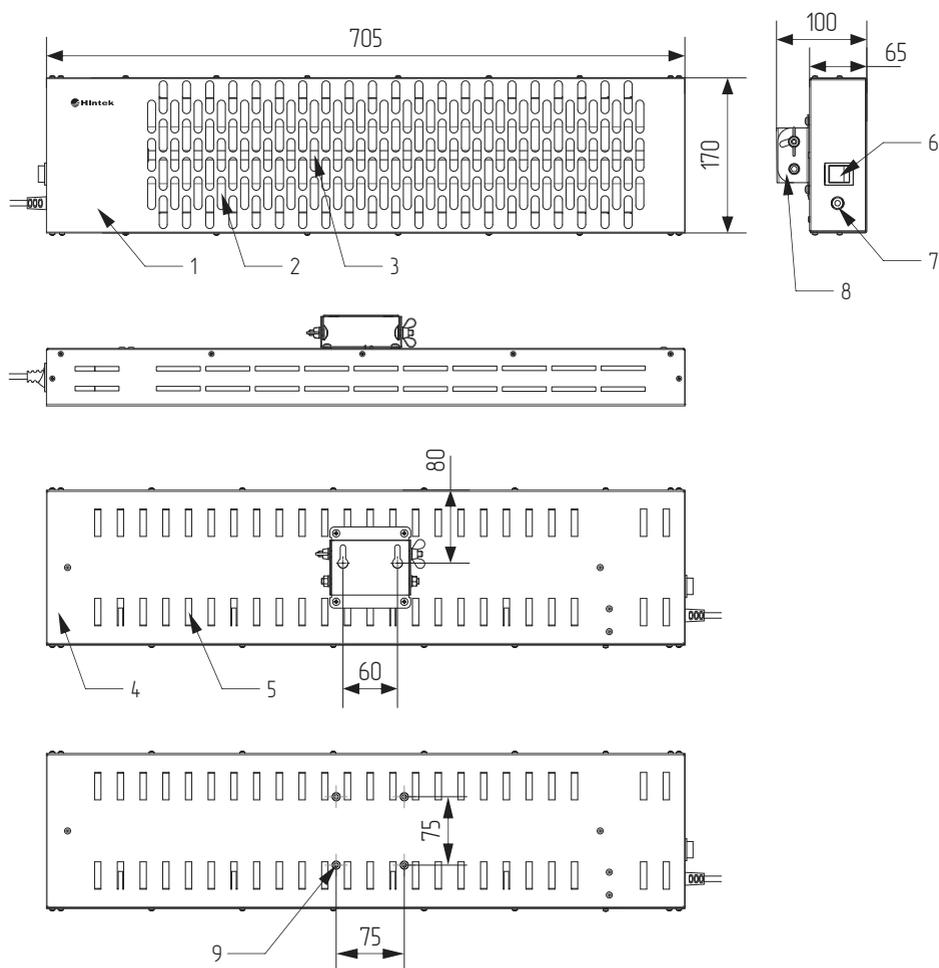

Рисунок 1. Габаритный чертёж и элементы конструкции электрического обогревателя Unicum-1000.
5.1. Обогреватель (см. рис. 1, 2) представляет собой металлический корпус, состоящий из передней панели (1), защитной решётки (2) и задней панели (4). Внутри корпуса на шасси расположен нагревательный элемент (3) – трубка из кварцевого стекла, внутри которой расположена нагревательная спираль. За нагревательным элементом имеется отражающий экран. На боковой поверхности корпуса расположены рокерный переключатель (клавишный выключатель) с подсветкой (6) и выход шнура питания (7).
- 6.6. На стене с помощью уровня и рулетки (линейки) следует разметить отверстия для монтажа обогревателя. Размеры для разметки приведены на рис. 1, 2.